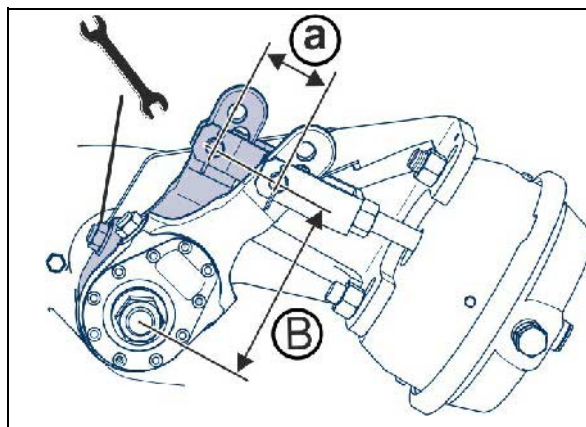

Fig. 124
1. Dévissez les deux plaques d'obturation (Fig. 124/1) du côté intérieur du tambour de frein.
Les saletés peuvent se déposer sur les garnitures de frein (Fig. 124/2) et dégrader fortement les performances de freinage.